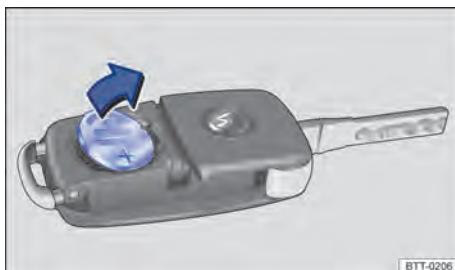

Fig. 22 Chave do veículo: remover a bateria.
- Remover a bateria do alojamento da bateria com uma ferramenta adequada Fig. 22.
- Posicionar a nova bateria conforme indicado Fig. 22 e pressionar no sentido contrário ao da seta para dentro de alojamento da bateria ①.